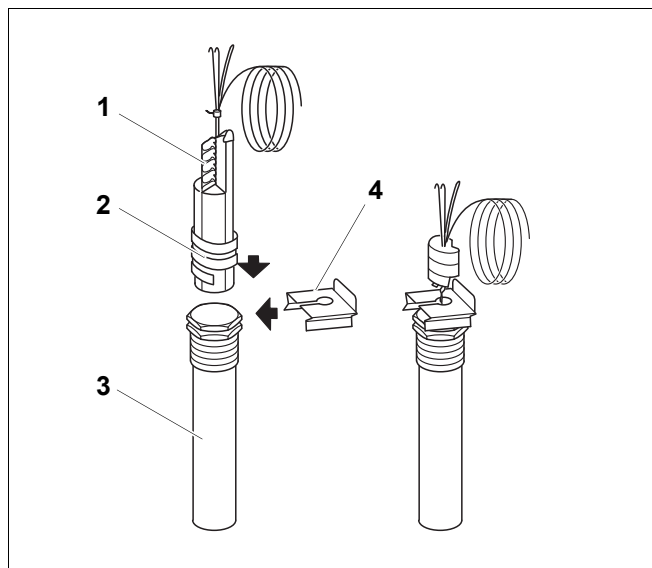

Рис. 20 Капиллярные трубки с датчиком и погружной гильзой
- Пластмассовая спираль (рис. 20, **поз. 2**) для прижатия датчиков друг к другу при установке автоматически сдвигается назад. Чтобы создать контакт между гильзой (рис. 20, **поз. 3**) и поверхностями датчиков и обеспечить надежную передачу температуры, необходимо вставить между датчиками компенсационную пружину (рис. 20, **поз. 1**).
- Наденьте фиксатор датчиков сбоку или сверху на оголовок гильзы (рис. 20, **поз. 4**).
Экспликация к рис. 20